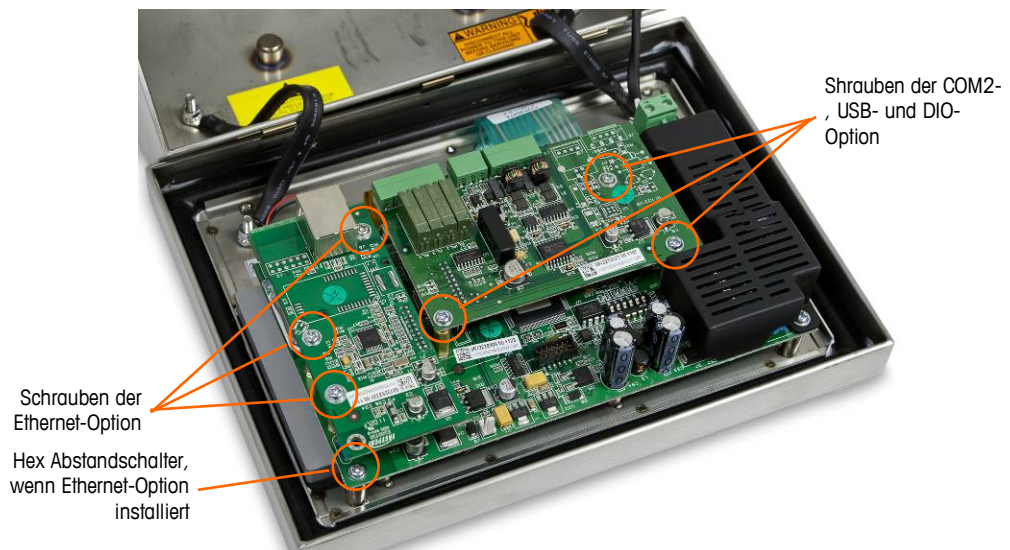

Abbildung 5-16: Ausbauen der Optionsplatine, Analog Version
2. Drehen Sie die Schrauben, mit denen die Optionsplatinen am Montageort befestigt sind, mit einem Kreuzschlitzschraubendreher heraus. Jede Platine wird mit drei Schrauben gesichert. Siehe Abbildung 5-16.
1. Positionieren Sie die Optionsplatine über dem entsprechenden Steckanschluss auf der Hauptplatine und den drei in Abbildung 5-16 dargestellten Montagelöchern.